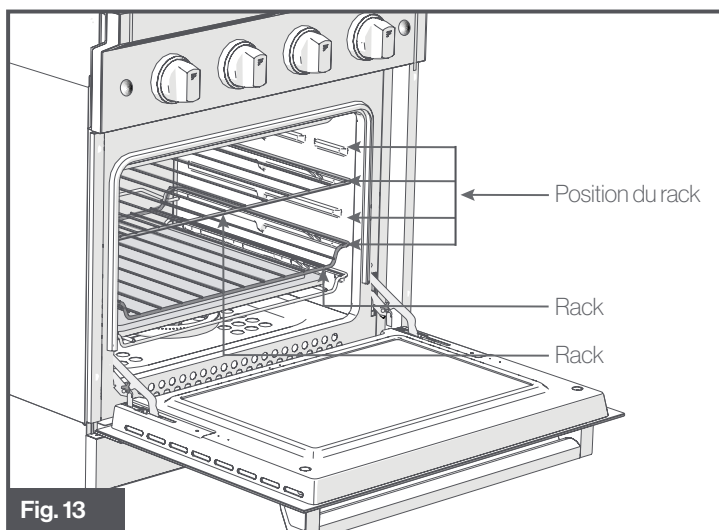

Fig. 13
- Pour insérer la grille du four, placez-la juste au-dessus de l'emplacement souhaité. La grille doit glisser vers l'arrière et s'abaisser une fois qu'elle est complètement insérée. Pour verrouiller la grille en position, tirez légèrement la grille vers l'avant, puis poussez-la pour verrouiller la partie avant de la grille. (Fig. 13)